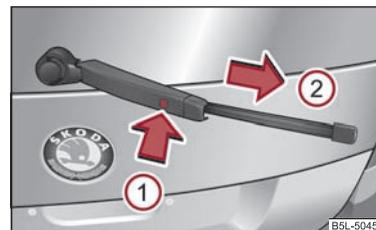

Fig. 52 Spazzola tergilunotto
- Sollevare il braccio portaspazzola dal parabrezza e posizionare la spazzola in posizione perpendicolare rispetto al braccio ⇒ fig. 52.
- Con l'altra mano sbloccare il fermo ① ed estrarre la spazzola nella direzione indicata dalla freccia ②.